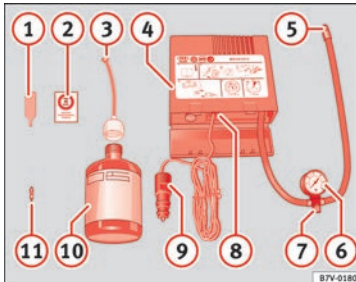

Fig. 57 Representación estándar: contenido del kit antipinchazos.
• Desenrosque la caperuza y el obús de la válvula del neumático. Utilice el aparato » fig. 57 ① para extraer el obús. Colóquelo en una superficie limpia.
- Agite con fuerza la botella de sellante de neumáticos » fig. 57 ⑩.
- Enrosque el tubo de inflado » fig. 57 ③ en la botella de sellante. El precinto de la botella se romperá automáticamente.
- Retire el tapón del tubo de llenado » fig. 57 ③ y enrosque el extremo abierto del tubo en la válvula del neumático.
- Vuelva a colocar el obús con el aparato » fig. 57 ① en la válvula del neumático.
- Enrosque el tubo de inflado del neumático del compresor » fig. 57 ⑤ en la válvula del neumático.
- Compruebe que el tornillo de evacuación de aire está cerrado » fig. 57 ⑦.
- Acople el conector » fig. 57 ⑨ a toma de corriente de 12 voltios del vehículo » pág. 147.
- Conecte el compresor de aire con conmutador ON/OFF » fig. 57 ⑧.